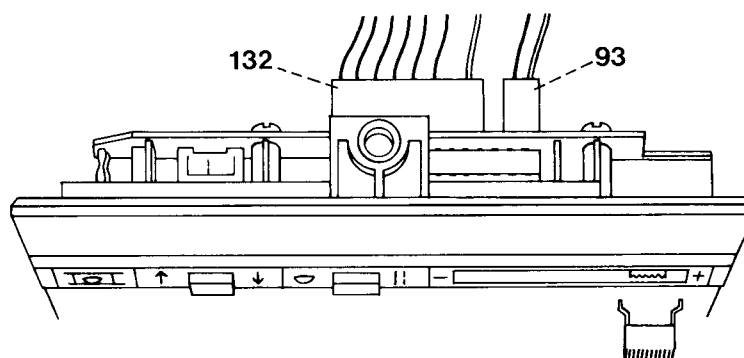

Fig. 52b
- Die zwei Steckdosen 93 und 132 (siehe Abb. 52b) mit einem Schraubendreher nach hinten heraus-schieben.
- Die zwei Steckdosen auf die Bedienfeld-Leiterplatte aufschieben (siehe Abb. 52b).
- Push the two female plugs 93 and 132 out toward the rear, using a screwdriver (Fig. 52b).
- Push the two female plugs onto the operating panel circuit board (Fig. 52b).
- A l'aide d'un tournevis, dégager les deux fiches 93 et 132 vers l'arrière (fig. 52b).
- Enfiler les deux fiches sur le circuit imprimé du tableau (voir fig. 52b).